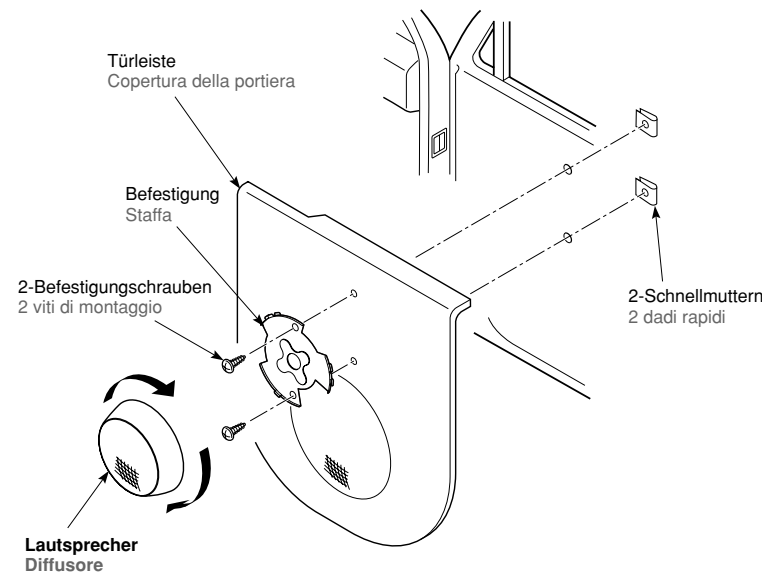

Abbildung 1 / Figura 1
2. Die Befestigung an der Türleiste anbringen. (Abbildung 1)